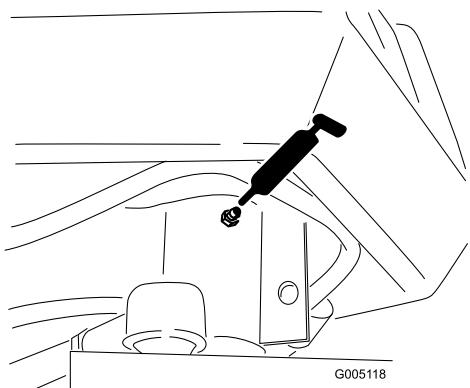

Figura 40
- Asse della forcella dello sterzo (1) (Figura 40)
- Estremità dell'asta (Figura 40)